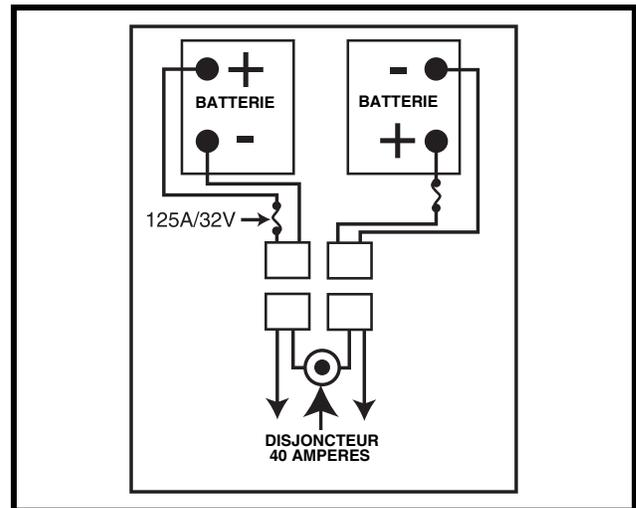

Figure 12. Remplacement des batteries
4. Débranchez les câbles des bornes des batteries en soulevant la housse des bornes et en desserrant le boulon et l'écrou sur chaque borne. **Voir la figure 12.**